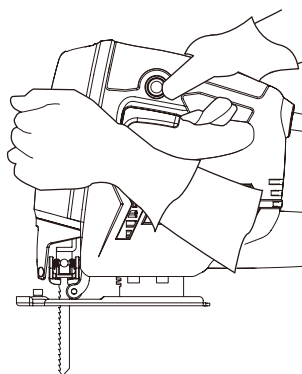

Fig. 13
- > Tenez l'appareil en plaçant une main sur la poignée [4], et l'autre main sur la surface de prise [18]. N'essayez jamais d'utiliser le produit avec une seule main ! Ne mettez pas vos mains sous la pièce à découper (Fig. 13).